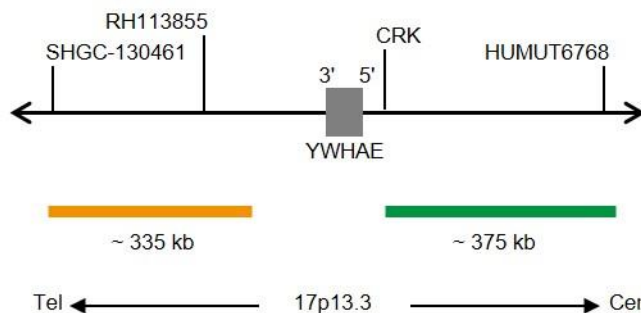

Fig. 1: SPEC YWHAE Mapa da sonda (sem escala)
- Polinucleótidos (~10 ng/μl) com marcação ZyGreen (excitação 503 nm/emissão 528 nm), dirigidos ao mapeamento de sequências alvo em 17p13.3\* (chr17:1,339,752-1,716,668) proximais ao ponto de quebra do gene YWHAE (ver Fig. 1).
- Polinucleótidos (~4.5 ng/μl) com marcação ZyOrange (excitação 547 nm/emissão 572 nm), dirigidos ao mapeamento de sequências alvo em 17p13.3\* (chr17:791,171-1,124,746) distais ao ponto de quebra do gene YWHAE (ver Fig. 1).